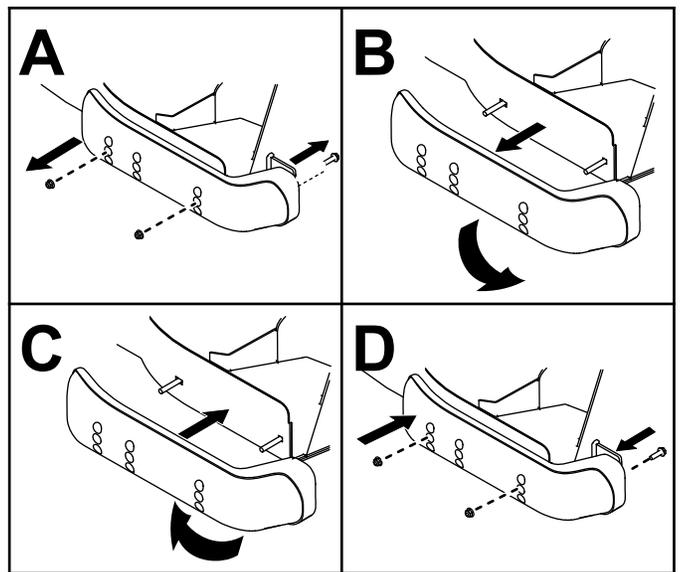

Figura 135
6. Troque os patins e instale-os utilizando os parafusos previamente removidos (Figura 135).
5. Retire os patins das laterais da plataforma do cortador (Figura 135).